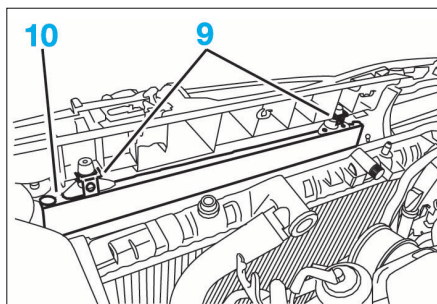

FIG. 23
- les agrafes (9) du condenseur (10) (Fig.23).
- le condenseur (10).